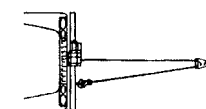

Figure 3 Câble Double
1. Les treuils S3000, S4000 et le S5000 sont classés à 3 000, 4 000, et 5 000 livres (1361, 1814, 2268 kg) (câble unique) de capacité sur la couche de câble qui se trouve le plus près du tambour NE SURCHARGEZ PAS LE TREUIL. N'ESSAYEZ PAS DES TREUILLAGES PROLONGÉS AVEC DES CHARGES LOURDES. Ne maintenez pas l'alimentation au treuil si le moteur cale. Les surcharges peuvent endommager le treuil et/ou le câble et peuvent créer des conditions dangereuses. POUR LES CHARGES SUPÉRIEURES À 2/3 DE CAPACITÉ NOMINALE, NOUS RECOMMANDONS L'UTILISATION DU PALAN OPTIONNEL POUR REDOUBLER LE CÂBLE (Figures 3 et 18). Ceci réduit la charge sur le treuil et la tension sur le câble d'environ 50%. En cas d'attache au même véhicule, fixez le treuil au cadre ou à un autre point de porte-charge. Le moteur du véhicule doit être en marche pendant le fonctionnement du treuil pour minimiser l'épuisement de la batterie et maximiser la force et la vitesse du treuil. Si un treuilage important est effectué sans que le moteur ne soit en marche, il se peut que la batterie soit trop faible pour faire re-démarrer le moteur.